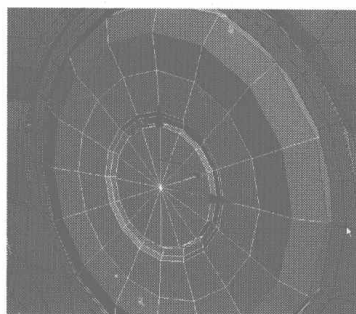

图 4.606(a)
- 55 分别选择如图 4.606 所示的边线，在 Edit Edges 卷展栏中单击 **Extrude** 右侧的小按钮，在弹出的对话框中分别设置挤压边线宽度的参数，如图 4.607 所示。